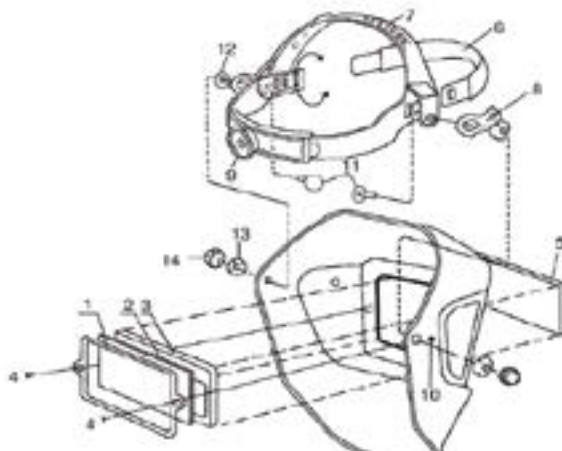

Рис. 1
На рис. 1 представлена схема сборки корпуса щитка и подголовника.
1. Корпус щитка поставляется в сборе с защитным затемненным стеклом. С помощью фиксаторов и гаек соедините корпус щитка с наголовником (рис. 1).
– Горизонтальная регулировка обхвата головы: нажмите на регулятор (9, рис. 1), и поворачивайте рукоять по часовой стрелке, чтобы уменьшить размер наголовника, и против часовой – чтобы увеличить. Щиток должен плотно сидеть на голове.
– Вертикальная регулировка системы крепления: уменьшая или увеличивая размер ремня (7, рис. 1), отрегулируйте размер наголовника так, чтобы глаза сварщика находились в средней части светофильтра.
– Регулировка наклона щитка: отрегулируйте затяжку винтов и положение фиксатора сегментной регулировки (8, рис. 1) для удобного угла обзора. Убедитесь, что щиток свободно опускается и не сползает.